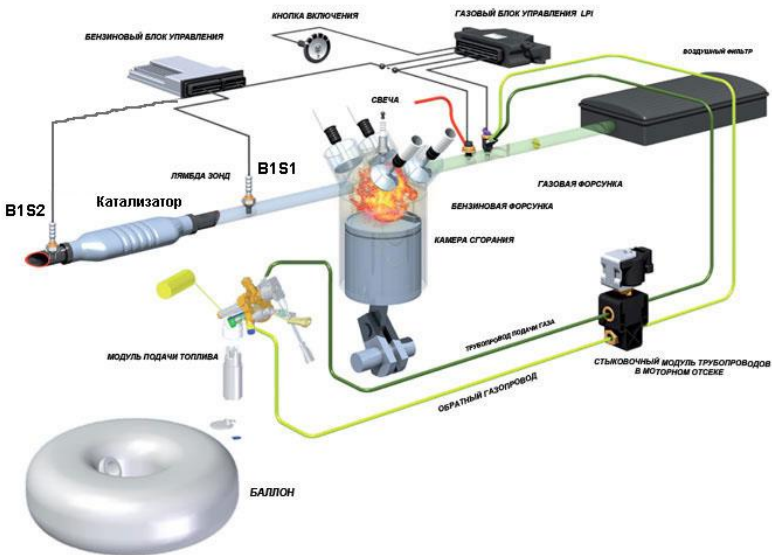

Рис. 4. ГБО 4-го покоління (6)
Найбільш ефективна робота двигуна, що працює на пропані можлива при більш ранньому куті запалювання і більш бідній суміші із співвідношенням 15,5: 1 для пропану (в порівнянні з сумішшю для бензину 14,7: 1). При стандартній схемі з ГБО 4-го та 5-го покоління (див. рис. 4) управління сумішшю здійснюється бензиновим блоком керування, газовий блок керування тільки вносить коригування для управління газовими форсунками. У зв'язку з цим, суміш при роботі на газу підтримується за бензиновим стандартом, що тягне за собою нештатну роботу каталізатора і більш швидке його руйнування (6).